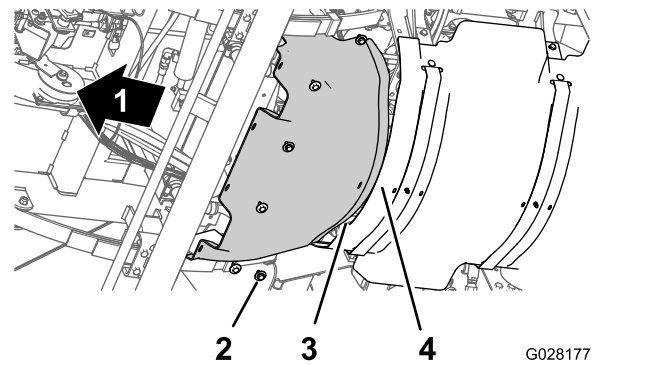

Figure 60
1. Alignez la bride arrière de l'écran pare-chaueur avant et la bride avant de l'écran pare-chaueur arrière (Figure 60).
2. Alignez les trous de l'écran pare-chaueur avant et les trous filetés du châssis (Figure 60).
3. Montez l'écran pare-chaueur avant sur la machine au moyen des 6 boulons à tête hexagonale et des 6 rondelles (Figure 60) retirés à l'opération 3 de Dépose de l'écran pare-chaueur avant \(page 54\).